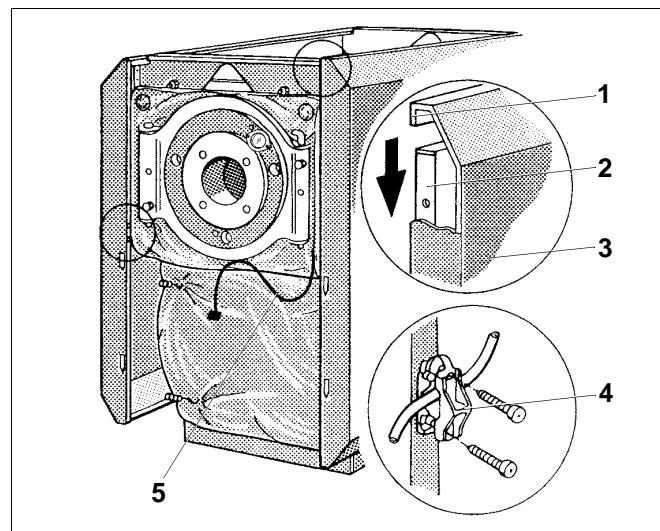

Рис. 10 Установка фиксатора провода
- Приподнимите боковые стенки (рис. 10, поз. 3), подвесьте вверхней отбортовкой (рис. 10, поз. 1) на боковые траверсы (рис. 10, поз. 2) и свиньте вниз (рис. 10).
- Заправьте края теплоизоляционных матов за отбортовку боковых стенок (рис. 10).
- Вставьте фиксатор кабеля горелки (рис. 10, поз. 4) 2 штифтами в отверстия отбортовки левой или правой боковой стенки (рис. 10).
- Отрегулируйте кабель горелки (рис. 10, поз. 5) на нужную длину, вставьте в фиксатор, установите планку и заверните 2 самореза (рис. 10).